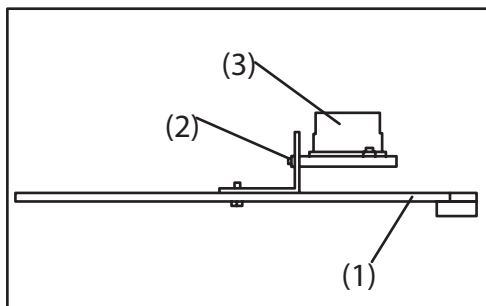

Figura 14.
• Abra la placa inferior (1) con un destornillador, afloje el tornillo (2) para retirar la lámpara LED (3) (Figura 14) y desconecte el conector (6) de la placa de pruebas. Instale la nueva lámpara LED, apriete el tornillo (2) e inserte completamente el conector (4) (Figura 15) en la placa de pruebas.